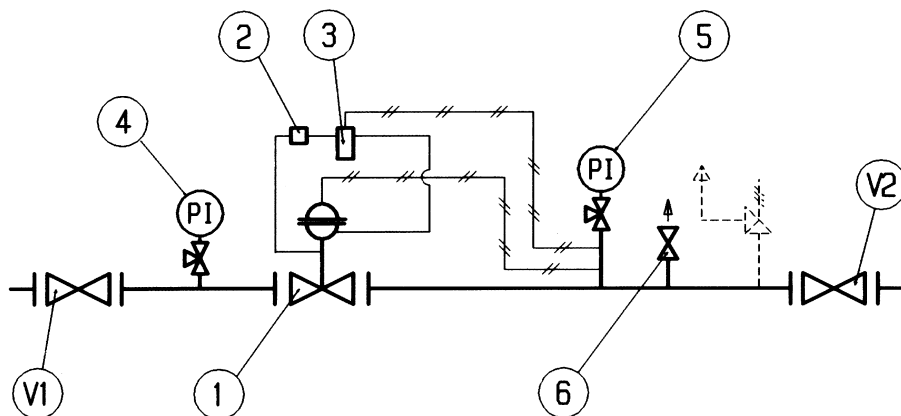

Fig. 12
5.3 PUESTA EN SERVICIO DEL REGULADOR REFLUX 819+PILOTO 204/A+R14/A (FIG. 12)
5.3 INSTALAÇÃO COM REGULADOR REFLUX 819 +PILOTO 204/A+R14/A (FIG. 12)